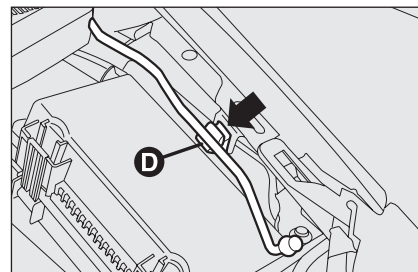
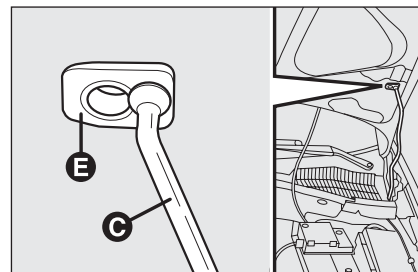

fig. 96
fig. 97
- ☐ eleve el capó y, al mismo tiempo, libere la manilla de sujeción **D-fig. 96** del dispositivo de bloqueo, luego introduzca el extremo **C-fig. 97** de la manilla en el alojamiento **E** del capó.
- mantenga el capó elevado con una mano y con la otra libere la manilla **C-fig. 97** del alojamiento **E** y vuelva a introducirla en el dispositivo de bloqueo **D-fig. 96**;